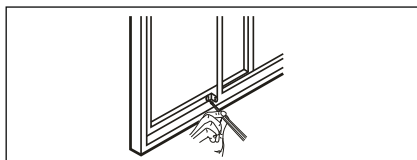

Fig. 22
7. For å sikre glidekarmen i posisjon festes den rettvinklede vindusrammelåsen med en 1/2" (12,7 mm) skruer slik som vist (Fig. 22).